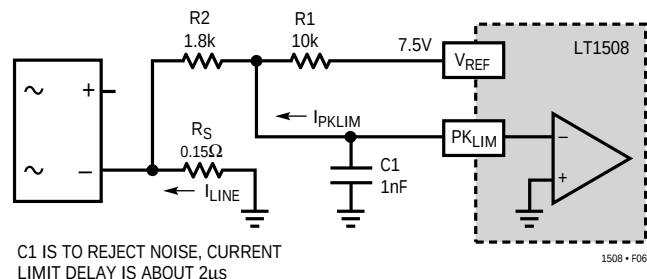

図6
0.15Ω抵抗では $(I_{M(MAX)})(R_{REF}/R_S) = (250\mu A)(4k)/0.15\Omega = 6.67A$ の最大ピーク入力電流が得られます。 $R_{SET} = 15k$ でスイッチング周波数を100kHzとした場合、 $C_{SET} = 1.5/(100kHz)(15k) = 1nF$ となります。保護を強化するために、LT1508は第2の独立した電流制限コンパレータを内蔵しています。このコンパレータの入力電圧(PK_{LIM}ピン)が0V以下に低下すると、GTDR1ピンは素早く“L”になってPFCパワー・スイッチをターンオフします。 V_{REF} から R_S に接続した抵抗分割器(図6)はライン電流センス抵抗(R_S)両端の電圧を検知して、ピーク入力ライン電流を $[(7.5V/R_1) + 50\mu A](R_2/R_S)$ に制限します。この50μAはPK_{LIM}ピンから流出するPK_{LIM}入力電流です。 $R_1 = 10k$ 、 $R_2 = 1.8k$ の場合、 $I_{IN} = 9.6A$ であり、6.67Aのピーク平均+入力インダクタ・ピーク・リップル電流より大きくなります。